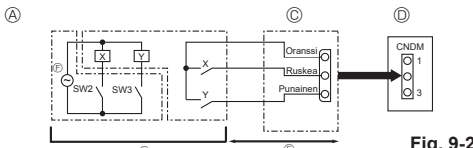

Fig. 9-2
9.2. Tarvetointo (muutostyö paikan päällä) (Fig. 9-2)